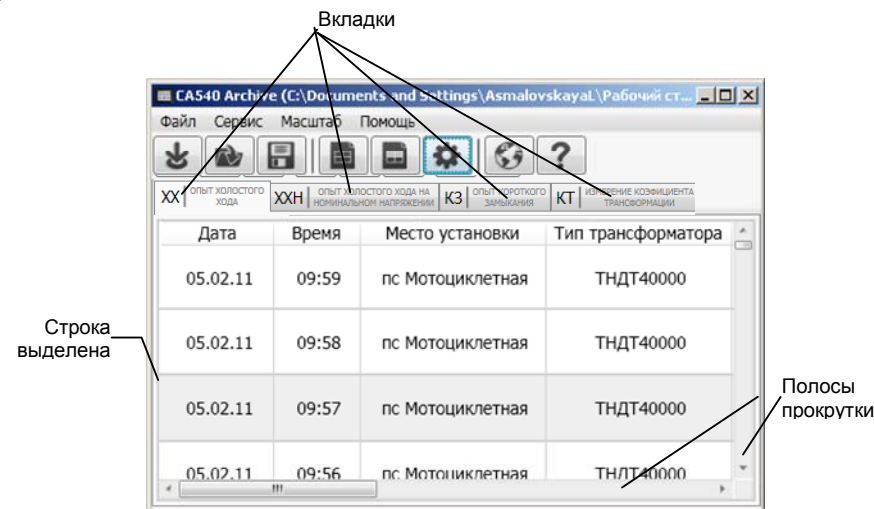

Рисунок 6.92
6) Для экспорта записей с результатами измерений в Excel открыть вкладку, данные которой будут экспортироваться, (рисунок 6.92) и щелкнуть по кнопке "Экспортировать в Excel" . Для экспорта части записей, их предварительно следует выделить с помощью одновременно нажатых мыши и клавиши **Shift** (поряд) или **Ctrl** (вразнобой), а затем щелкнуть по кнопке "Экспортировать в Excel выделенное" . На экране в программе Excel откроется файл с расширением .xls. Его содержимое можно скопировать с помощью стандартных опций копирования (**Ctrl** + **C** , **Ctrl** + **V**) в программу Word или Excel для создания "Протокола измерений", его редактирования и печати.